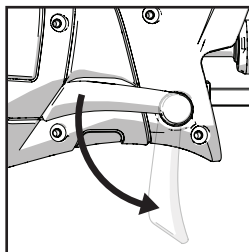

Fig. 4
- Suelte la palanca de bloqueo de la placa de contacto. **(Fig. 4)**